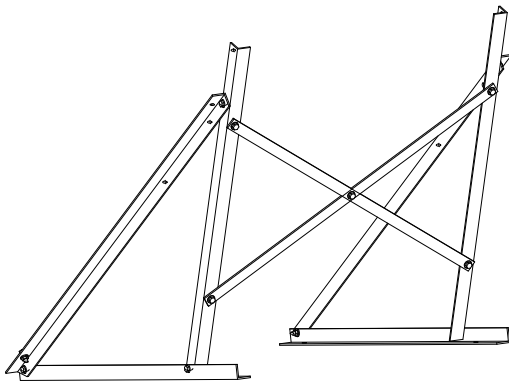
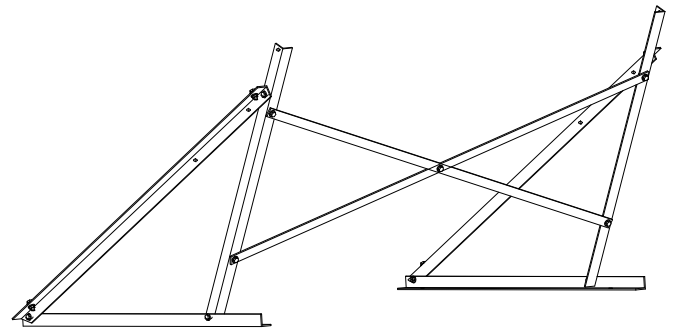

figura 6.11
figura 6.12
3. Fijar los 2 travesaños posteriores (8) como se indica en la figura de abajo. Para el kit 1 panel, remitirse a la figura 6.11, y para el kit 2 paneles a la figura 6.12.